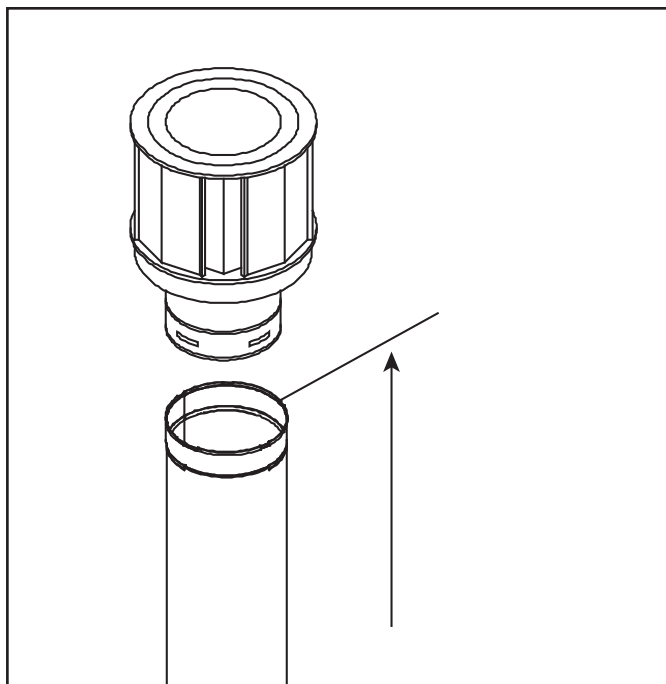

Figure 4.13 Mesure à l'extrémité supérieure de la dernière section du conduit
- Les extrémités verticales doivent être mesurées à partir de l'extrémité supérieure de la dernière section du tuyau. Voir la figure 4.13.